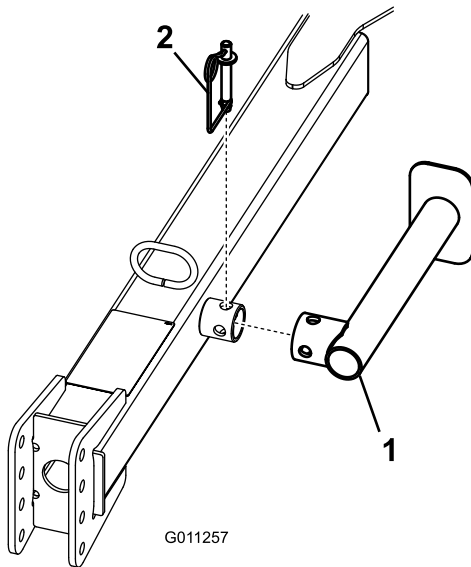

Рисунок 9
3. Снимите пружинный штифт, поверните домкрат вниз и установите пружинный штифт (Рисунок 9).